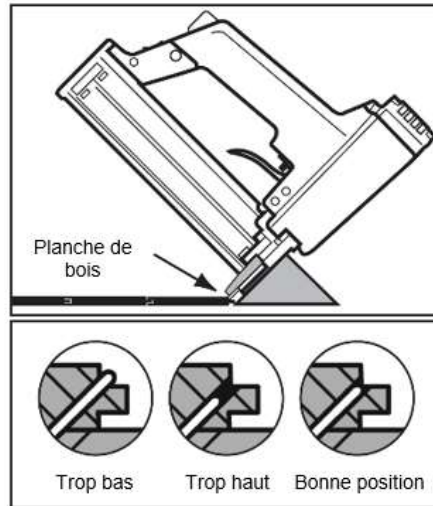

Figure 8
- Réglez le compresseur à 70 PSI. Si la languette est endommagée, réduisez la pression d'air (**Figure 8**);